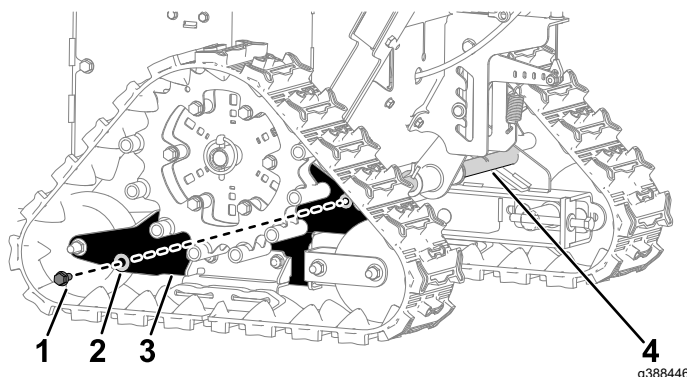

Figura 1
2. Desde el lado izquierdo de la máquina, retire y deseche el tornillo (5/16" x 3/4") y la arandela plana (3/8" x 7/8") que fijan la sujeción de la oruga a la barra de pivote (Figura 1). Repita lo mismo en el lado derecho.